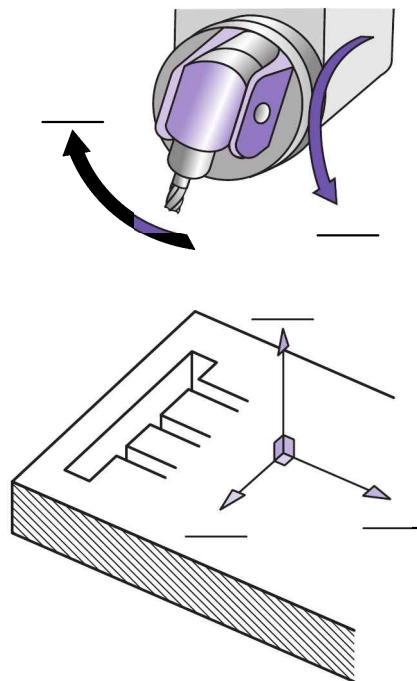

Figura 8-28 Identifique estes eixos CNC.
1. Baseado na Figura 8-28, identifique os cinco eixos de uma fresadora vertical e o sinal do valor de cada um (mais ou menos).